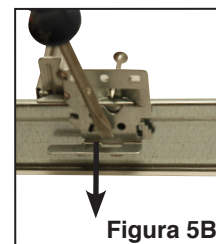

Figura 5B
6. Si lo desea, doble la brida removible del pie de la barra colgante para desprender. De esta forma se puede evitar la interferencia con los paneles del cielo adyacentes. (Figura 5b)